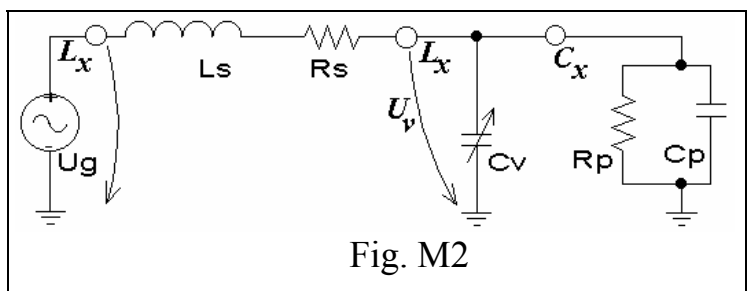

Fig. M2
6. 1 Dacă rezistorul de testat are $R > R_s$ (aproape sigur) atunci se va conecta rezistorul la bornele C_x , fig. M2, și se va realiza din nou rezonanța modificând ușor valoarea capacității condensatorului variabil (nu se modifică frecvența fixată anterior). Se citește la rezonanță